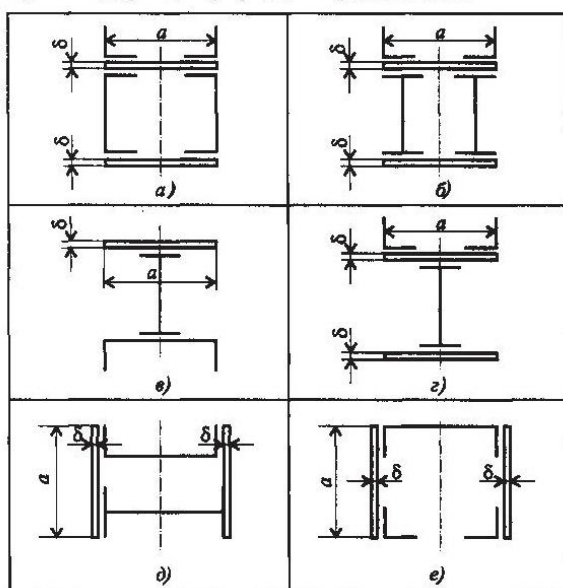

Рис.7 – Схема задачи
*Задание:* Определите координаты центра тяжести составного сечения (рисунок 7). Сечение состоит из листов с поперечными размерами  $a \times \delta$  и прокатных профилей ГОСТ 8239-89, ГОСТ8240-89 и ГОСТ8509-86. Уголок выбирается наименьшей толщины. Данные своего варианта взять из таблицы: